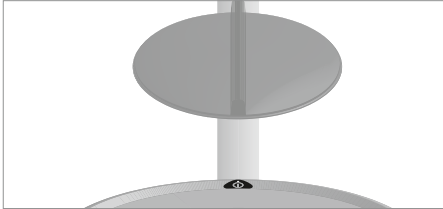

Abb. 3: Lupenabdeckung parken.
- Klemmen Sie die Lupenabdeckung an das Gestänge der Leuchte, siehe Abb. 3.